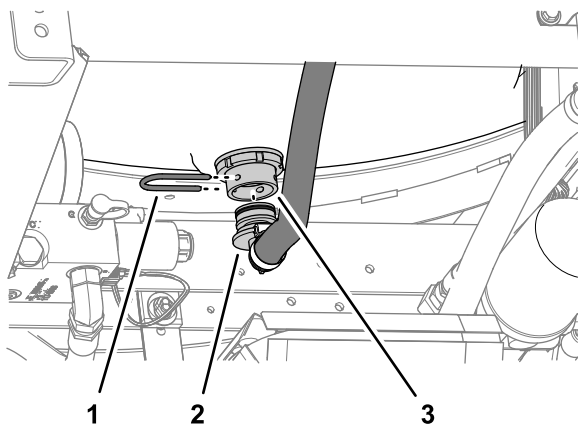

図 3
3. すずぎタンク底部で、給液ホースの90°フィッティングをバルクヘッドフィッティングに固定しているリテーナフォークを外す 図 3。
4. バルクヘッドフィッティングから、90°フィッティングを外す 図 3。